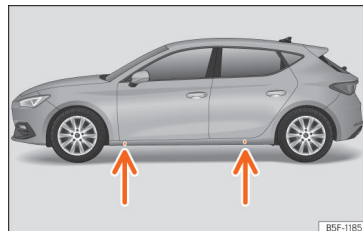

Fig. 248 Puncte de amplasare a cricului.
• Căutați pe bara transversală marcajul punctului de susținere a cricului (zona adâncită) cel mai apropiat de roata care trebuie schimbată >>> **fig. 248.**